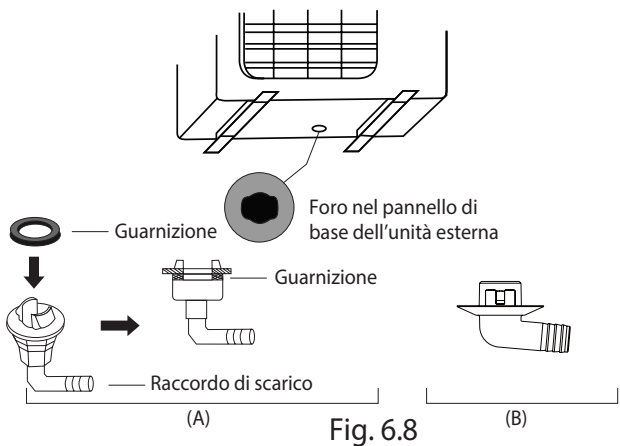

Fig. 6.8
- Se il raccordo di scarico viene fornito con una guarnizione in gomma (ved. Fig. 6.8 - A), procedere come indicato di seguito:
- Se il raccordo di scarico non viene fornito con una guarnizione in gomma (ved. Fig. 6.8 - B), procedere come indicato di seguito: